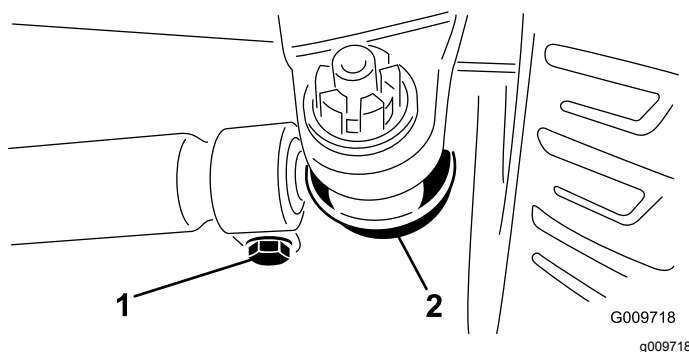

Figura 88
3. Per regolare, togliete la coppiglia e il dado da uno dei giunti a sfera del tirante (Figura 88). Togliete il giunto a sfera del tirante dal supporto della scatola del ponte.
4. Allentate i fermi su entrambe le estremità dei tiranti (Figura 88).